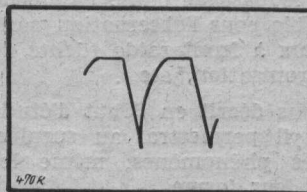

FIG. 8.
- a) Inflexion dénotant une surcharge de l'amplificateur. Effet : image repliée en bas (fig. 8) ;